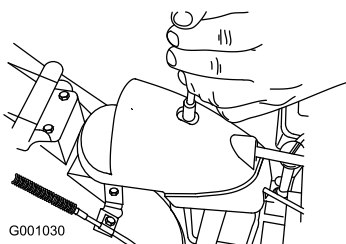

Figure 47
- Retirez la fixation du couvercle du secteur denté (Figure 47), soulevez l'avant du couvercle et faites-le coulisser en arrière de façon à l'écarter.